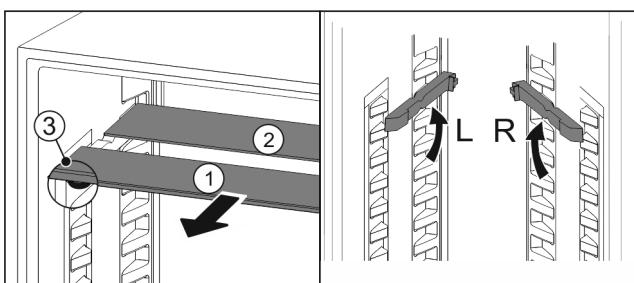

Fig. 46
- ▶ Издърпайте Fig. 46 (1) поотделно стъклените площи напред.
- ▶ Стъклената плоча Fig. 46 (1) с декоративната лайстна е отпред.
- ▶ Ограничителите Fig. 46 (3) сочат надолу.